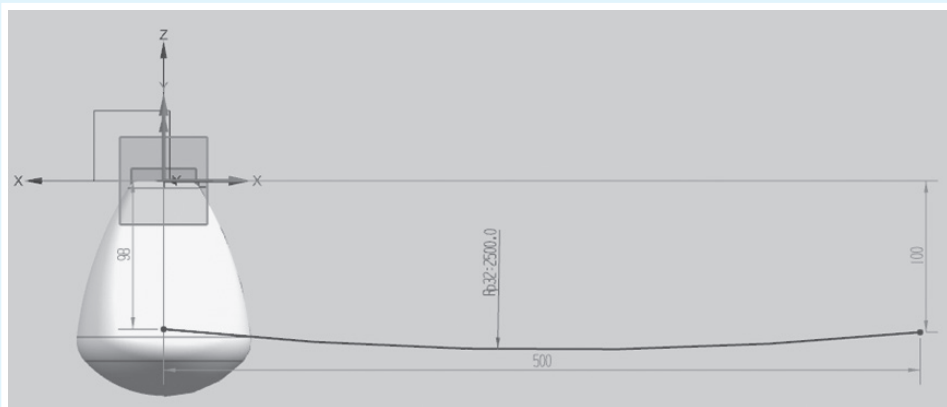

图 1-74
(8) 在“特征”组中单击“拉伸”按钮,弹出“拉伸”对话框。直接选择新建的基准平面作为草图平面并进入草图环境,绘制如图 1-74 所示的图形。